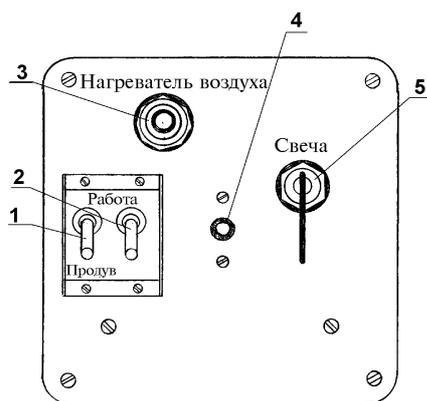

Рис. 20 Щиток управления подогревателем
4.11.2.3 Продуйте газход котла - включите насосный агрегат на 15-20 секунд, переведя включатель электродвигателя 1 (рис. 20) в положение "РАБОТА".